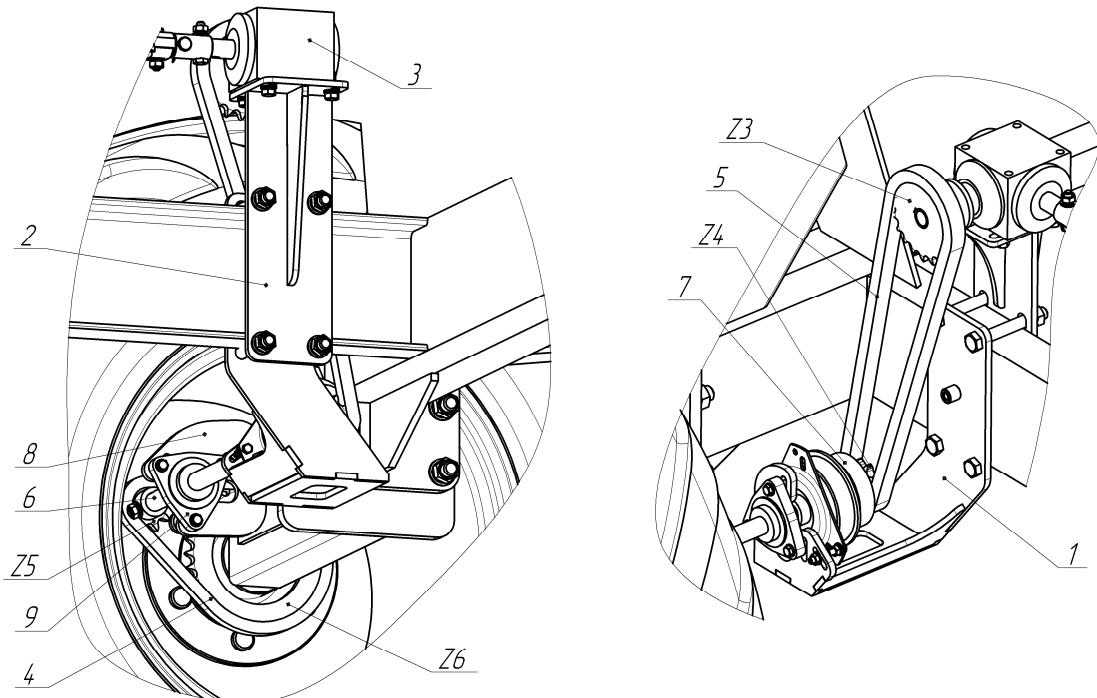

Рис.10 Монтаж привода
4.11.На правый брус рамы бункера установить кронштейн поз.1 рис.10 для крепления ведущего вала с электромагнитной муфтой и кронштейн для крепления углового редуктора поз.2.
4.12.На штатный кронштейн поз.8 рис.10 и кронштейн поз.1 установить приводной вал поз.6, с предварительно установленной звездочкой Z5, и электромагнитной муфтой поз.7, и закрепить подшипниковые опоры поз.9. Совместив контуры звездочек Z6 и Z5 установить приводную цепь поз.4. На верхнюю плиту кронштейна поз.2 закрепить, ранее демонтируемый, угловой редуктор поз.3, а на вал углового редуктора установить звездочку Z3 и соединить её цепью поз.5 со звездочкой Z4.